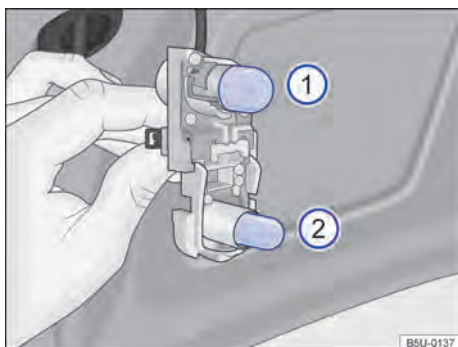

Fig. 160 No suporte das lâmpadas: localização das lâmpadas.
- ⑤ Para remover a lâmpada incandescente queimada ① → Fig. 160, pressionar a lâmpada contra o suporte e girar, ao mesmo tempo, no sentido anti-horário.
- ⑥ Para remover a lâmpada incandescente queimada ② → Fig. 160, puxar a lâmpada do suporte para removê-la.
- ⑦ Substituir a lâmpada incandescente queimada por uma lâmpada incandescente nova do mesmo modelo.
- ⑧ Para inserir a lâmpada nova ① no suporte, pressionar a lâmpada e girar, ao mesmo tempo, no sentido horário, até o batente.
A localização e a identificação das lâmpadas incandescentes → Fig. 160 estão relacionadas a seguir: